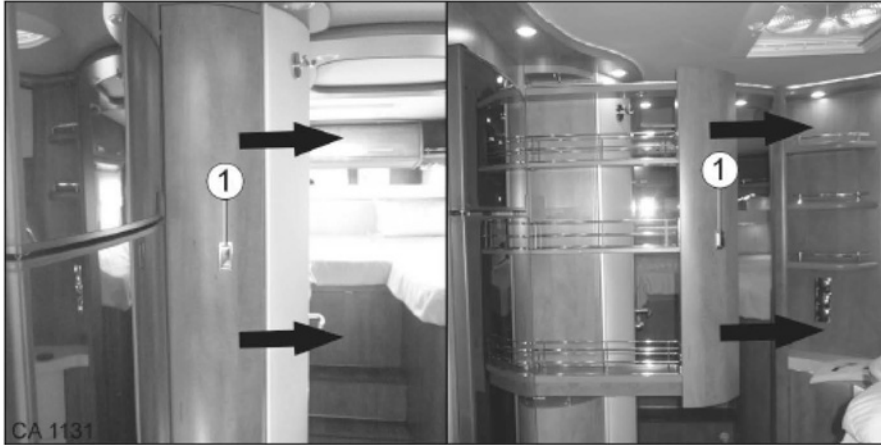

Fig. 121 Grand rangement coulissant variante 2
1. Ouvrir la fermeture push-lock (Fig. 121/1) (consulter le chapitre 6.12.2).
2. Fermer la fermeture push-lock (Fig. 121/1) (consulter le chapitre 6.12.2).